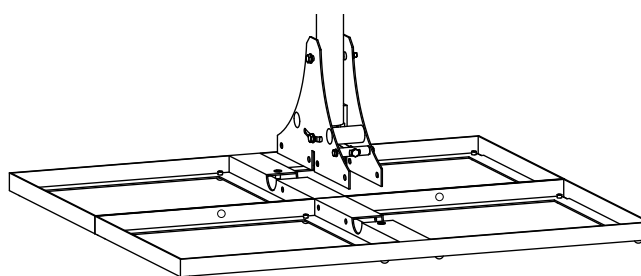

Abb. 2: Rahmen anordnen
1. Die Rahmen parallel zueinander anordnen, sodass die Öffnungen in den Trennwänden aneinander liegen (Abb. 2).